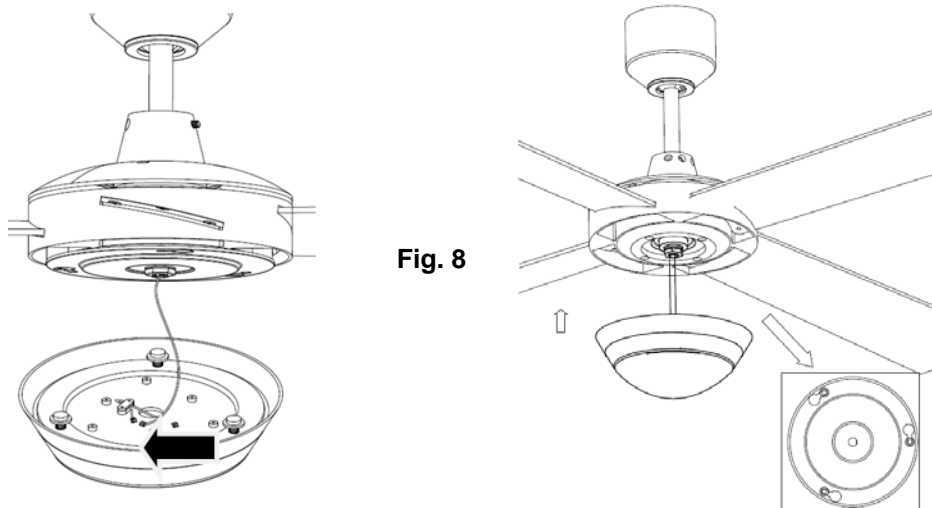

Fig. 8
6. Soulevez le kit d'éclairage DEL vers la base de la lampe et connectez les câbles d'alimentation DEL au Kit d'éclairage DEL via les raccords rapides. Puis appuyez les vis d'assemblage du boîtier dans les grandes extrémités des fentes de serrure et tournez dans le sens des aiguilles d'une montre la structure du kit d'éclairage DEL jusqu'à ce que les vis d'assemblage du boîtier soient fermement installées dans les extrémités étroites des fentes de serrure. **Fig 8**